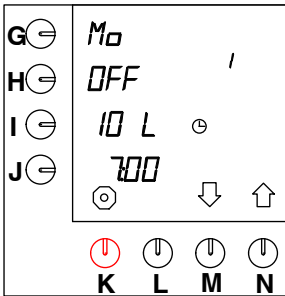

Fig. 33 Förprogrammerade inställningar (ej aktiva)
Det finns fjorton förprogrammerade "tidsinställningar" för alla veckans dagar. Så snart dessa har aktiverats med nedanstående procedur, är de endast aktiva och synliga i användarläget. Alla inställningar kan göras efter eget önskemål. De fjorton värdena är standardinställda på (fig. 33):
- Tryck på valtangenten (N.)↑ tills fig. 33 visas på displayen.